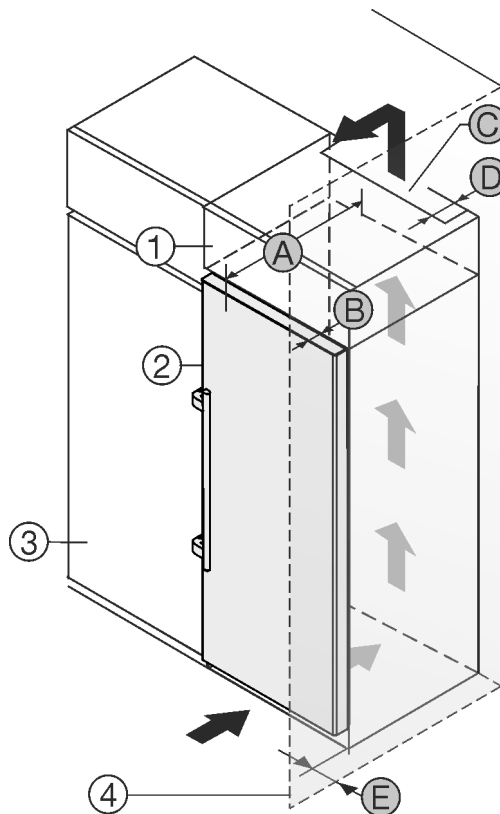

Fig. 1
- (1) Nadstavná skriňa
- (2) Zariadenie
- (3) Kuchynská skriňa
- (4) Stena
- (A) Hĺbka zariadenia
- (B) Hĺbka dverí
- (C) Prierez vetracieho otvoru
- (D) Vzďialenosť zadnej strany zariadenia
- (E) Vzďialenosť od boku zariadenia
Zariadenie môžete inštalovať priamo vedľa kuchynskej skrine Fig. 1 (3).
Na zadnej strane nastavnej skrine musí byť vetracia šachta s hĺbkou Fig. 1 (D) cez celú šírku nastavnej skrine.
Pod stropom miestnosti sa musí dodržať prierez vetracieho otvoru Fig. 1 (C).
Ak zariadenie nainštalujete so závesmi vedľa steny Fig. 1 (4), tak vzďialenosť medzi zariadením a stenou musí byť minimálne 57 mm. To zodpovedá presahu držadla pri otvorených dverách.
Aby ste mohli dvere úplne otvoriť, zariadenie musí vyčnievať o hĺbku dverí Fig. 1 (B) prednej časti kuchynskej skrine. V závislosti od hĺbky kuchynských skriň Fig. 1 (3) a použitia dištančných držiakov na stenu môže zariadenie prečnievať ešte viac.